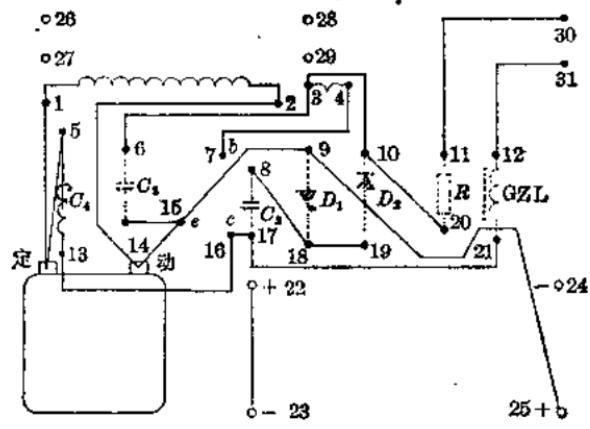

图 2
i. 按图 1 的电路图, 设计图 2(底板反面), 在 80×52 [毫米]² 的胶木板上, 按图 2 所示位置, 画出 31 个孔的位置, 然后用摇钻开孔, 并用砂纸磨光板的边缘。
ii. 按照图 2 所示焊接底板反面各孔的连接线：